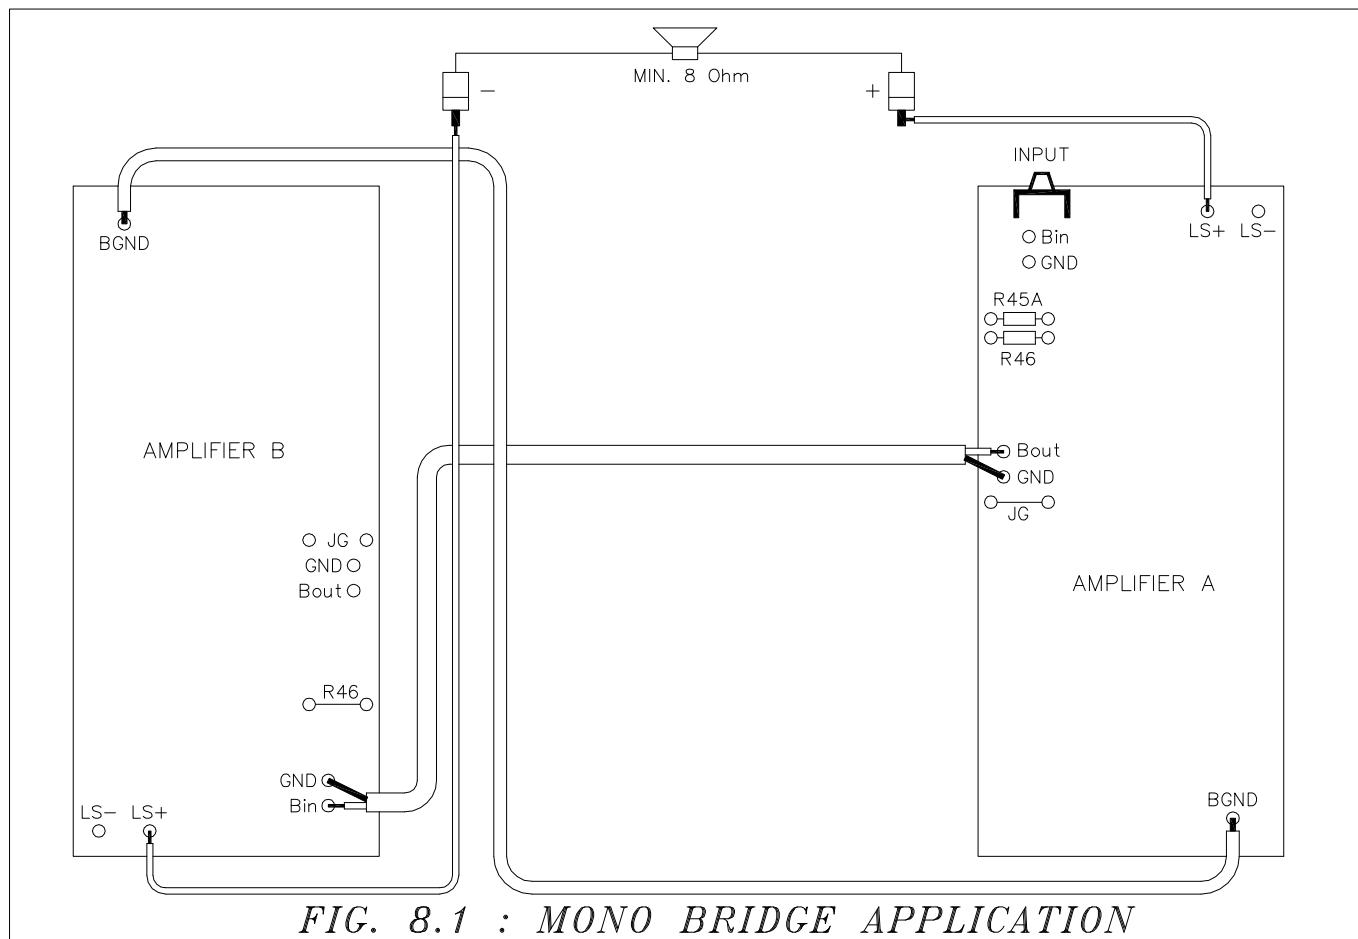

FIG. 8.1 : MONO BRIDGE APPLICATION
1) Bedrahtung der Lautsprecherausgänge bei Brückenschaltung (Abb. 8.1):